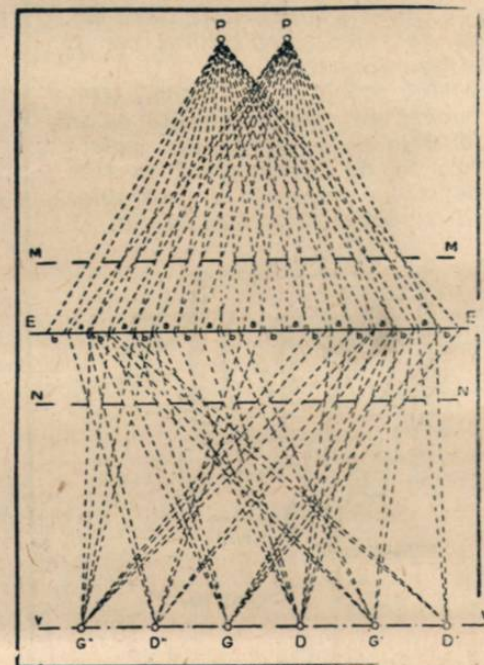

Fig. 2. — Principiul proiecției în relief, fără ochelari colorați.
ne imaginăm (fig. 2) un ecran trans-lucid (E), pe care două proiectoare (P și P') dirijează fiecare una din vederile stereoscopice, conjugate prin grila M (constituită din două bande negre verticale echidistante, separate prin fante mai puțin înguste). Poziția celor două proiectoare e astfel aranjată încât zonele A proiectate pe E de P, se intercalează între zonele b, proiectate de P'. Să presupunem că D și G se află ochiul drept și ochiul stâng al unui spec-